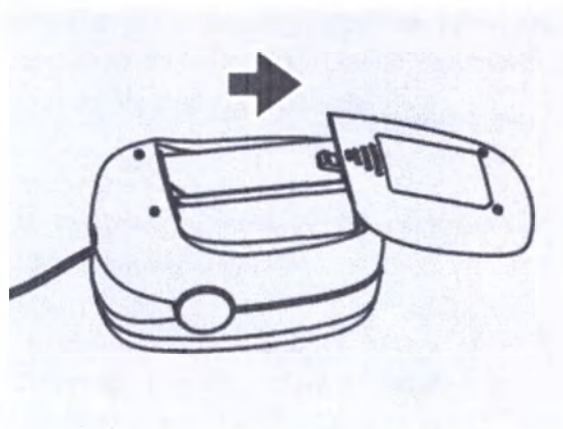

Рис. 3 – Крышка батарейного отсека
2. Вставьте крышку гнезда горизонтально, по направлению, указанному стрелкой (рис. 3).